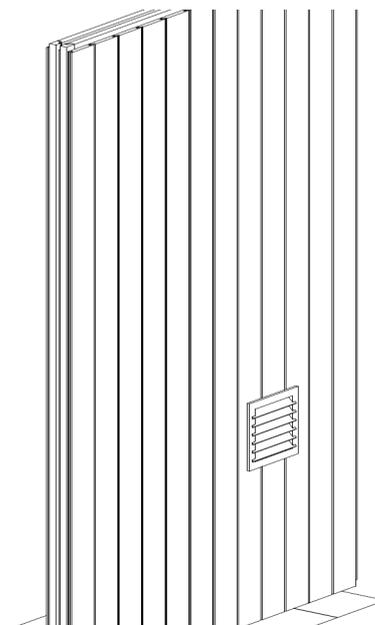

Abbildung 11
2. Das Lamellengitter außen über die Abluftöffnung schrauben (3,5 x 25 mm) (Abbildung 11).